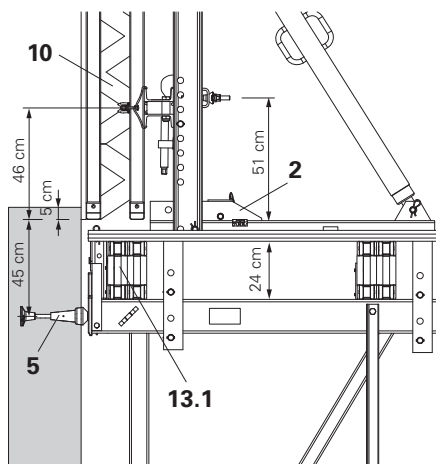

Fig. C1.09.1
Dependendo da altura da viga (13.1), posicionar o carro (2) mais acima ou mais abaixo. (Fig. C1.09.1 + C1.09.2)